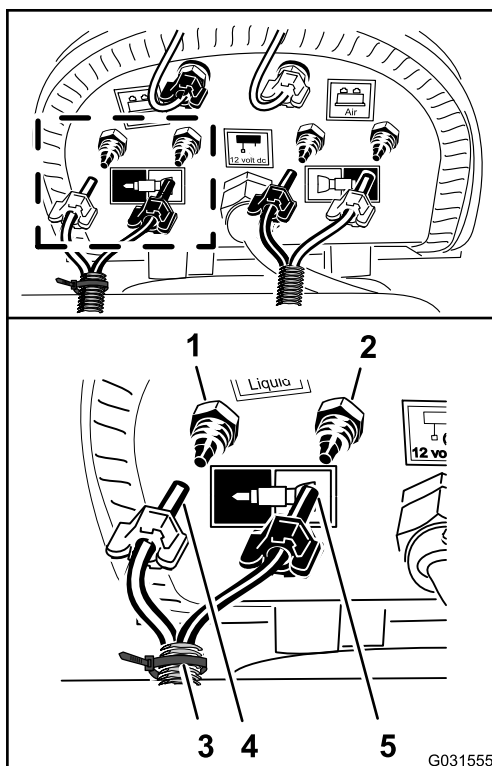

Bild 213
3. Montieren Sie die Schläuche mit dem Kabelbinder, den Sie in Schritt 1 in Abnehmen der Flüssigkeits- und Luftschläuche von der Maschine (Seite 17) befestigt haben, und fluchten Sie den blauen Schlauch für den rechten Auslegerabschnitt mit dem Druckanschlussstück für den Wasserkreislauf des rechten Auslegerabschnitts aus (Bild 213).
4. Befestigen Sie die Druckmutter für den Schlauch auf dem Anschlussstück und ziehen die Mutter mit der Hand an (**Bild 213**).
5. Fluchten Sie den durchsichtigen Schlauch für den rechten Auslegerabschnitt auf dem Druckanschlussstück für den Luftkreislauf für den rechten Auslegerabschnitt aus (**Bild 213**).
6. Befestigen Sie die Druckmutter für den Schlauch auf dem Anschlussstück und ziehen die Mutter mit der Hand an (**Bild 213**).